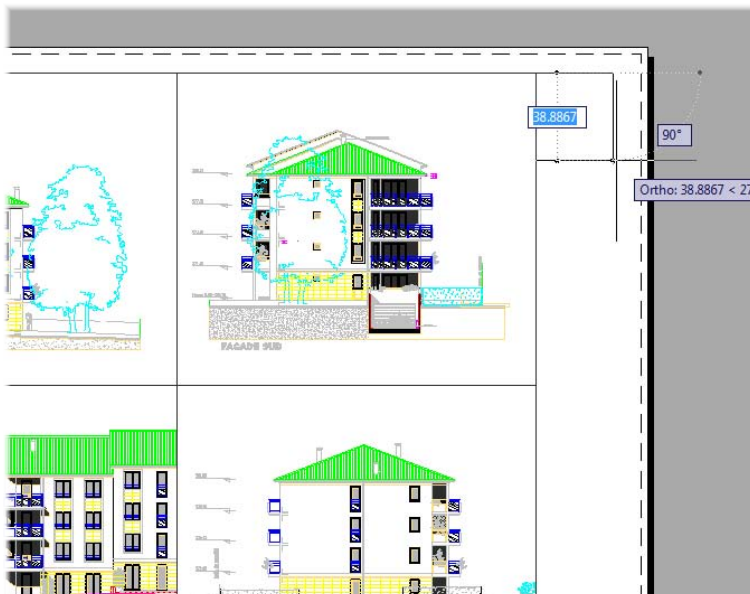

Figure 6.37
37. Dessinons le cadre du cartouche avec l'outil Polyligne (voir Figure 6.37).